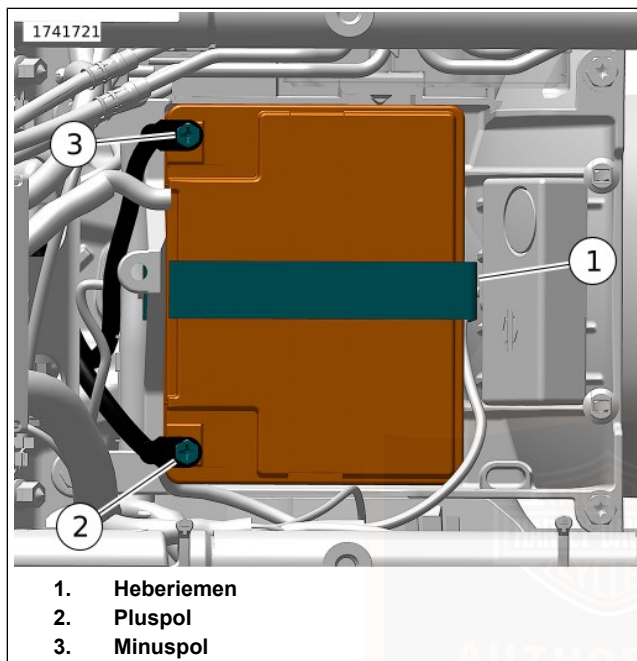

Abbildung 113. Batteriefach
10. Siehe Abbildung 113 . Beide Batteriepolverschrauben (2, 3) lösen, den Minuspol der Batterie zuerst.
11. Den Batterieheberriemen (1) nach oben ziehen, um die Batterie anzuheben. Wenn die Batterie weit genug angehoben wurde, um sie gut fassen zu können, Batterie greifen und komplett ausbauen.
3. Siehe Abbildung 113 . Die Batterie mit der Kontaktseite nach vorne in die Batteriegrundplatte einsetzen.